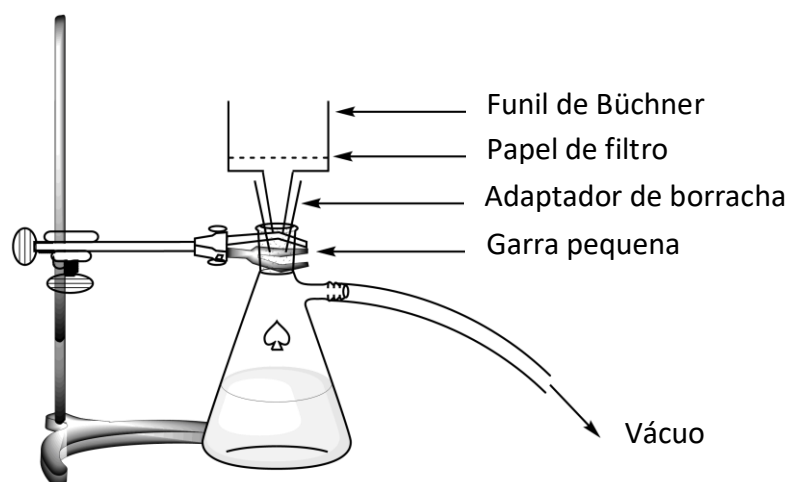

Figura 2. Montagem para a filtração a vácuo
7. **Monte** um aparelho de filtração a vácuo (veja a Figura 2) usando um funil de Büchner, um papel de filtro e um kitassato, que deve ser fixado ao suporte de laboratório com a garra pequena. Levante seu cartão HELP. Um assistente de laboratório virá e mostrará como conectar o kitassato à fonte de vácuo.